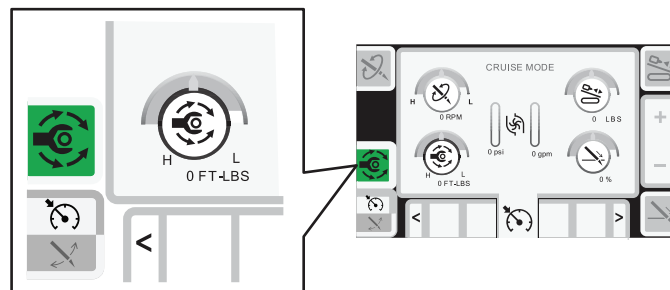

Figura 11
**Nota:** El icono se vuelve verde, y un círculo verde resalta la opción que selecciona (Figura 11).